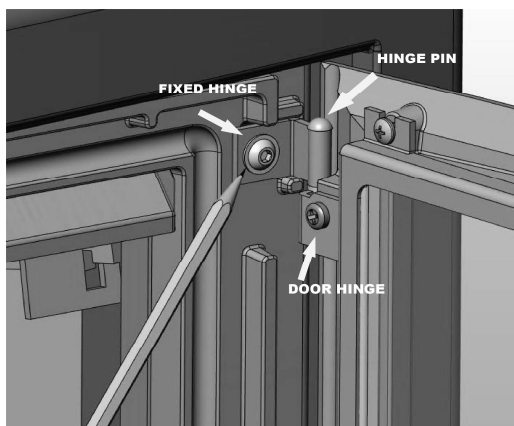

Figure 15 : Marquer les charnières
**Étape 1:** Ouvrez complètement la porte et notez la position des charnières où elles se fixent à l'insert. Avec un crayon, tracez un cercle autour de la tête des vis (voir figure 15) où elles fixent les charnières fixes. Ces cercles donneront un point de départ lorsque les charnières seront déplacées de l'autre côté de l'insert.